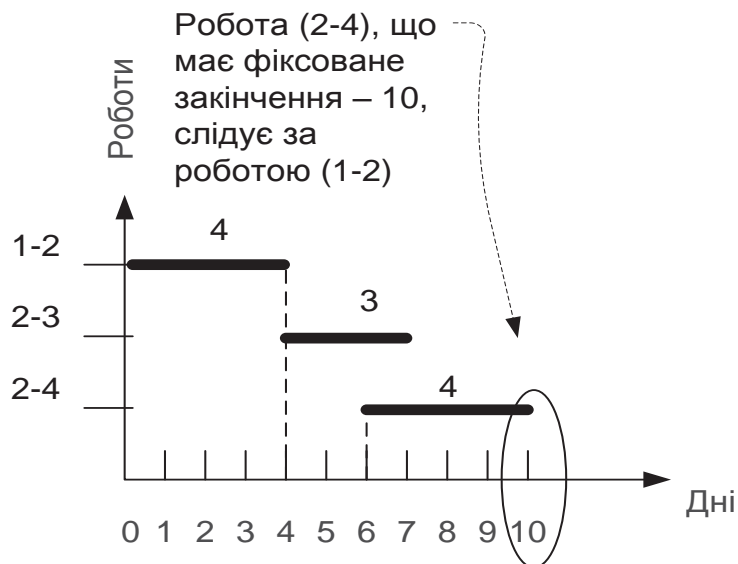

Рис. 5.27. Робота з фіксованим закінченням
2. Робота, що має фіксоване закінчення, закінчується у вказаний період часу. При цьому час початку такої роботи визначається як час закінчення мінус тривалість роботи. Наприклад, робота (2-4) має тривалість 4 і фіксоване закінчення – 10. Початком цієї роботи буде $10 - 4 = 6$. Безпосередньо передуюча їй робота (1-2) закінчується в 4, однак це не впливає на початок роботи (2-4). Вона все одно почнеться на 6 день, щоб закінчитися, як вказано в обмеженні, на 10 день (рис. 5.27).